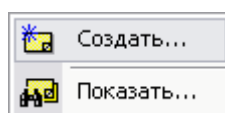

Рис. 230
1. Вызовите подменю пункта **Примечания** из контекстного меню объекта. (Рис. 230).
1. Выделите объект и нажмите на кнопку **Отобразить примечания**  или выберите в контекстном меню пункт **Показать** (Рис. 230).